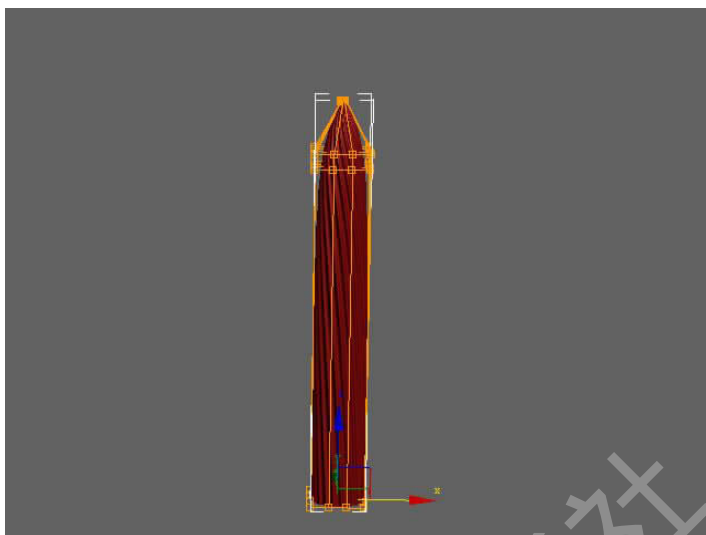

图 2-65 编辑控制点
Step 9. 使用缩放工具对 FFD 修改器的控制点进行缩放, 调节成为蜡烛的形状, 如图 2-65 所示。